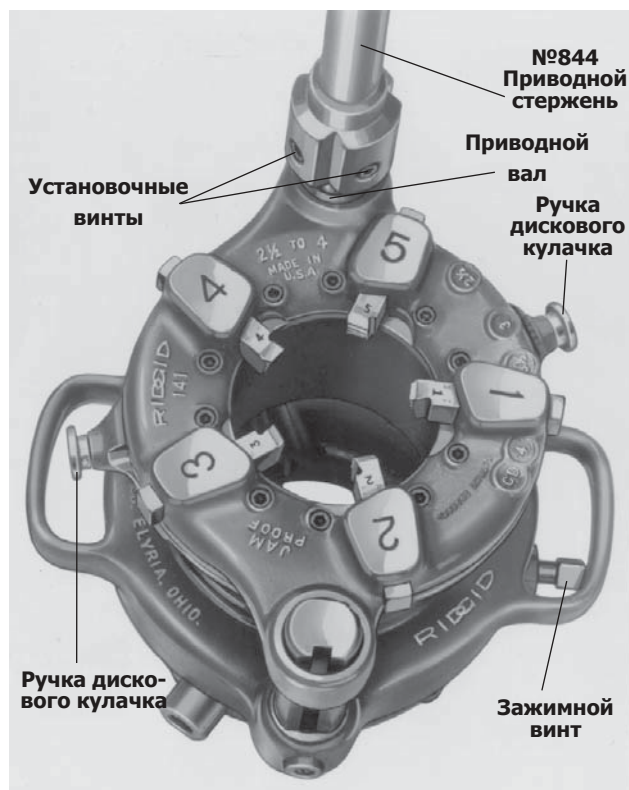

Рисунок 21 – Головка №141 с установленным приводным стержнем №844
2. Потяните ручки (рисунок 21) дискового кулачка и вращайте дисковый кулачок до нужной отметки размера трубы наверху винторезного патрона. Отпустите ручки, когда установочные штифты попадают в отверстие на диске для выбора.
2. Потяните ручки (рисунок 21) и вращайте дисковый кулачок до нужной отметки CD наверху винторезного патрона.
3. Снимите набор изношенных гребенок (рисунок 21) и вставьте новый набор гребенок.